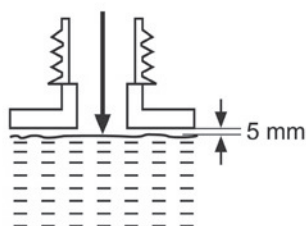

Fig. 22
- > Não encha demasiado e deixe aproximadamente 5 mm de espaço vazio até ao rebordo inferior para permitir a expansão do lubrificante (Fig. 22).